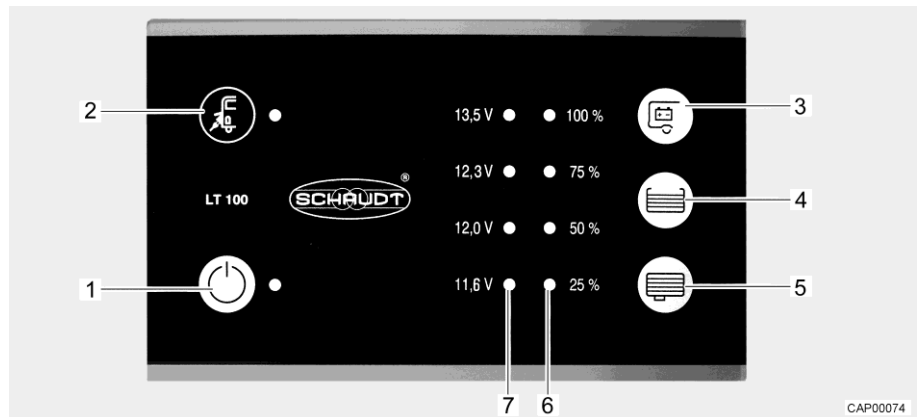

Bild 70 Panel (LT 100)
Den gula lysdioden lyser vid symbolen nätanslutning "⚡" (Bild 70,2) när fordonet är anslutet till en extern nätanslutning. Lysdioden lyser då också med avstängd panel.
Med huvudbrytaren 12 V (Bild 70,1) kopplas panelen och bodelens 12 V-försörjning till eller från.
- Tryck på knappen "⏻" (Bild 70,1): 12 V-försörjningen för bodelen är påslagen. Lysdioden lyser grönt.
- Tryck på knappen "⏻" (Bild 70,1) på nytt: 12 V-försörjningen för bodelen är avstängd. Lampan släcks.
Lysdiodskalan (Bild 70,7) visar batterispänningen för bodelsbatteriet enligt följande:
- Tryck ner knapp " " (Bild 70,3): Bodelsbatteriets spänning visas.
Lysdiodskalan (Bild 70,6) visar fyllnivån i färskvattentanken eller avloppstanken.
Visa nivå: Tryck ner knapp "☰" (Bild 70,4): Färskvattentankens fyllnadsnivå visas med hjälp av lysdiod.
Tryck ner knapp "☰" (Bild 70,5): Avloppstankens fyllnadsnivå visas med hjälp av lysdiod.